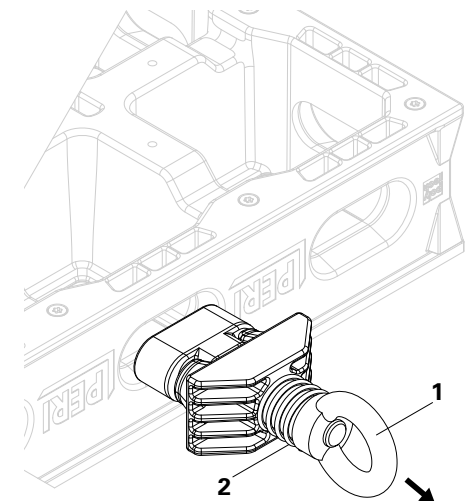

Fig. 11
1. Disassemblare l'anello di sollevamento DUO (1), su elementi poggiati a terra in orizzontale. (Fig. 10/ Fig. 11)
2. Tirare l'anello di sollevamento DUO (1) fuori dal foro asolato del pannello. (Fig. 11)